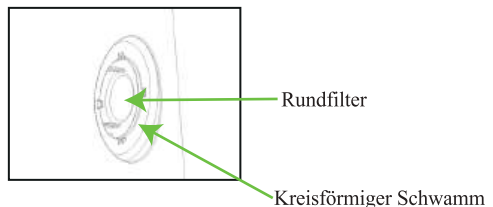

Abbildung 9
- Ziehen Sie den Filter heraus und ersetzen Sie ihn durch einen neuen (siehe Abbildung 9);